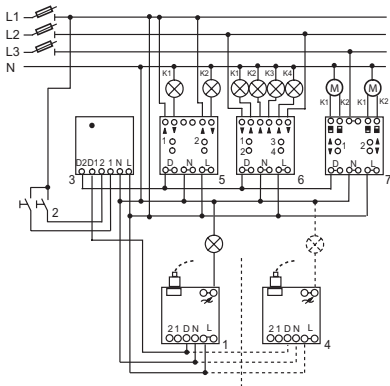

Bild. 1
- Koppla in styrenheten enligt anvisningarna på bild 1 (s. även inkopplingsformationen i kap. Tekniska data)